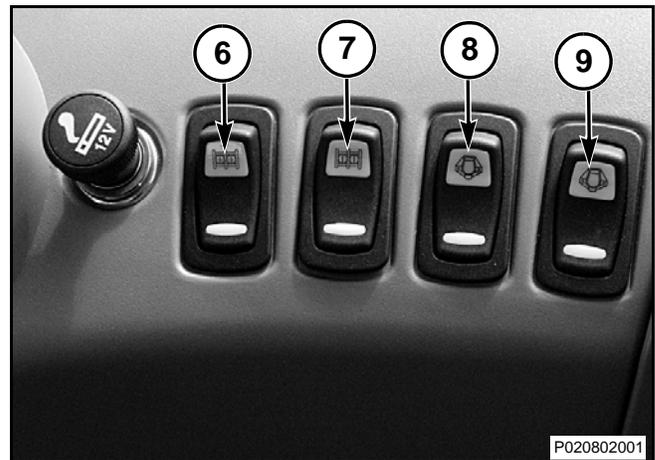

FIG. 152
FIG. 152: El interruptor de balancín (6) controla el tornillo de terminal uno y el interruptor de balancín (7) controla el tornillo de terminal dos. El interruptor de alimentación auxiliar (8) controla el suministro a la clavija auxiliar A en el conector del remolque. El interruptor de alimentación auxiliar (9) controla el suministro a la clavija auxiliar B en el conector del remolque.